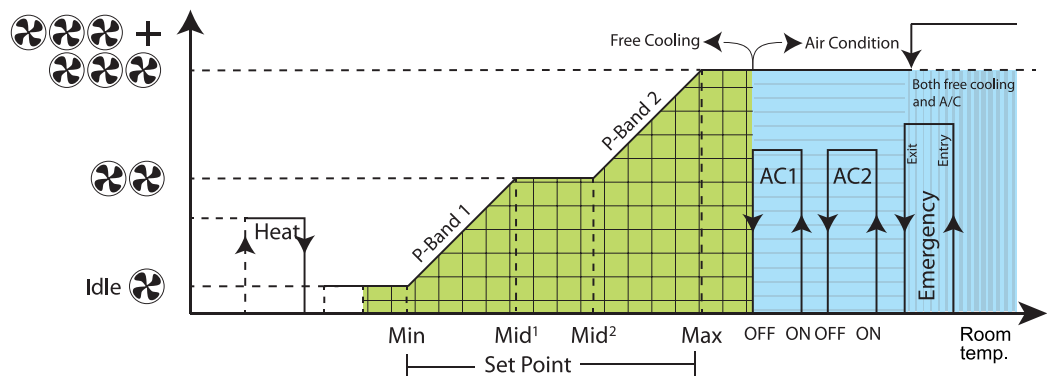

Fig. 4
- De P-band kan in twee delen worden gesplitst, waarbij de band wordt onderbroken door Mid1 en Mid2, zoals afgebeeld in Fig. 4.